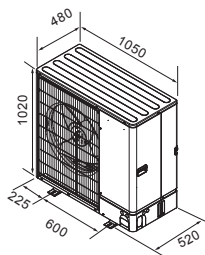

Fig. 2-2
2.3. Планови размери (Външно тяло) (Fig. 2-2)